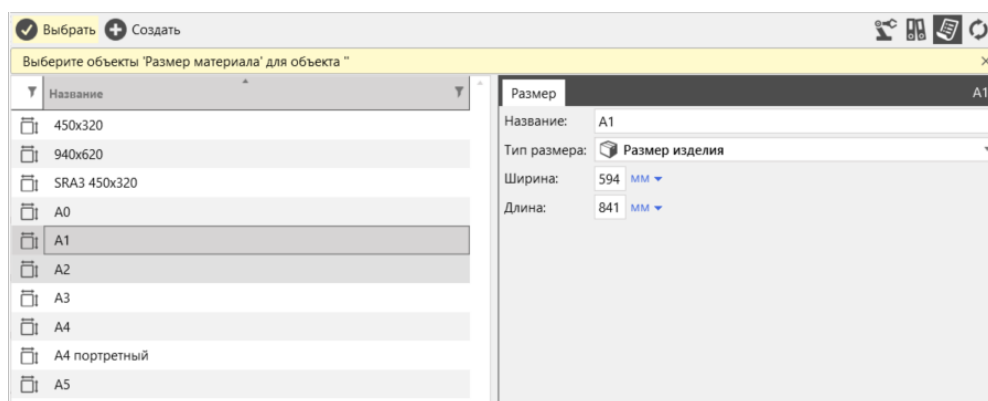
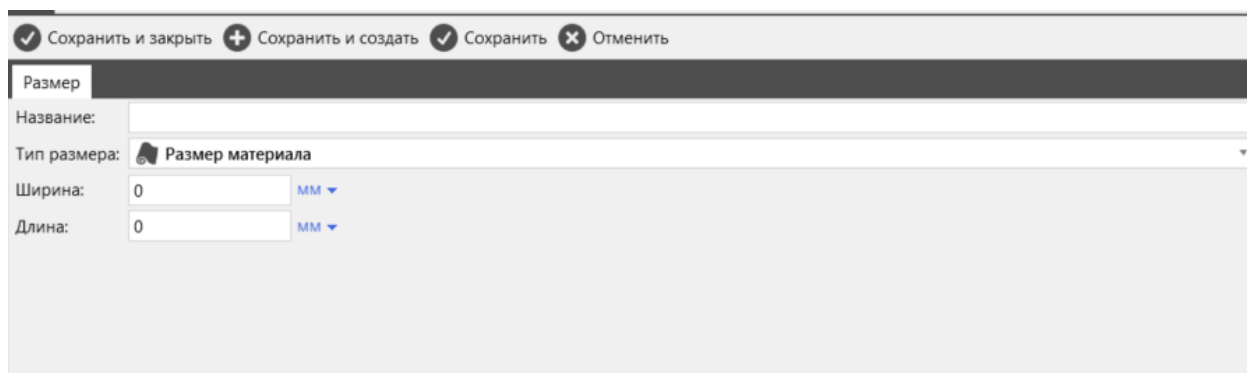

Рис. 17
Рис. 18
- выбрать  в правой части поля, откроется окно Компонента «Размеры» (Рис. 17), в котором можно выбрать или создать новый размер (Рис. 18).